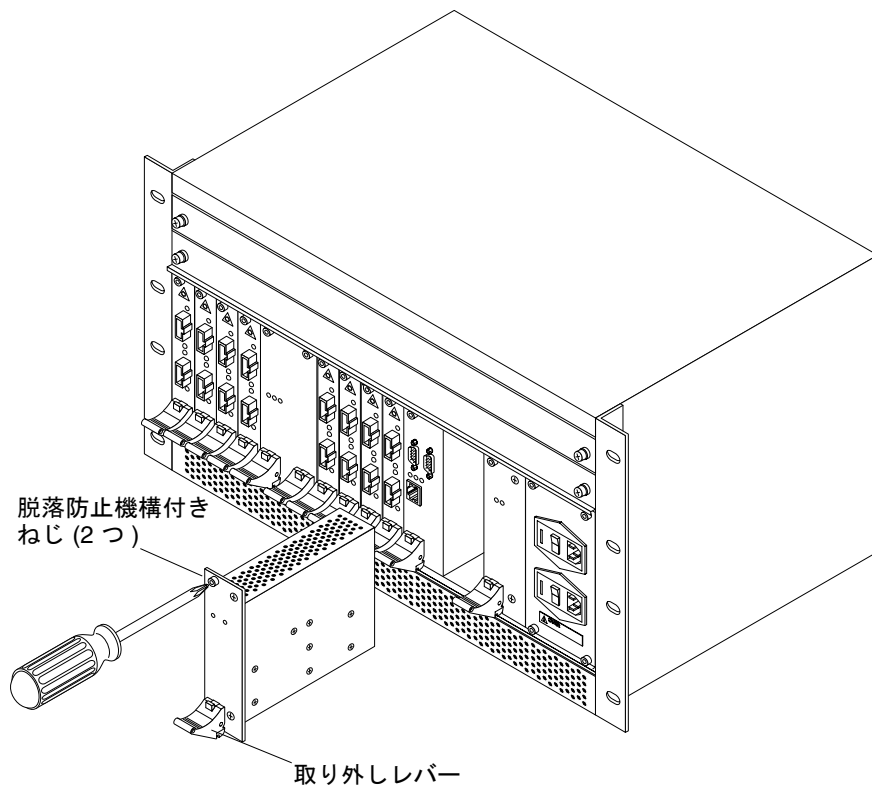

図 4-3 Sun Fire Link 電源モジュールの交換
3. モジュールの上部および下部にある脱落防止機構付きねじを緩めます (図 4-3)。
2. モジュールの取り外しレバーの赤いボタンを押し下げて、ロックを解除します (図 4-3)。